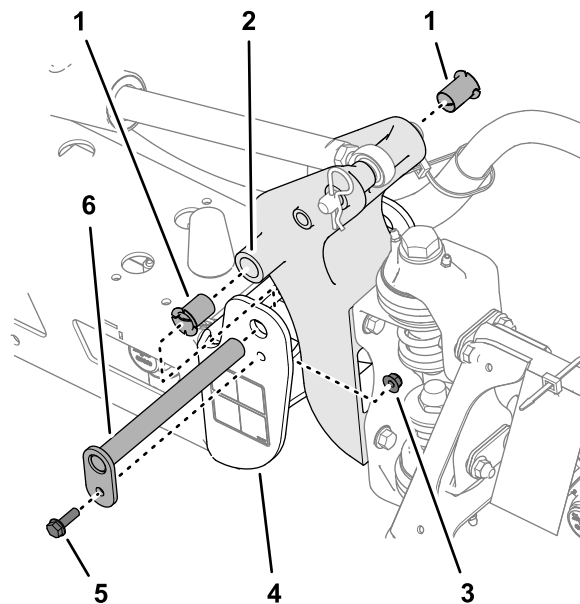

图 105
- 卸下固定枢轴销的螺栓和螺母然后取下枢轴销 图 105。
- 从枢轴支架的前后侧拆下尼龙轴套并进行检查 图 105。
- 用少量机油润滑尼龙轴套然后将轴套装入枢轴支架内 图 105。
- 将枢轴支架内的孔与端部槽内的孔对齐 图 105。